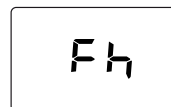

fig. 7- Purga com ventilador desligado
- Nos 280 segundos seguintes, prossegue o ciclo de purga com o ventilador desligado (fig. 7).